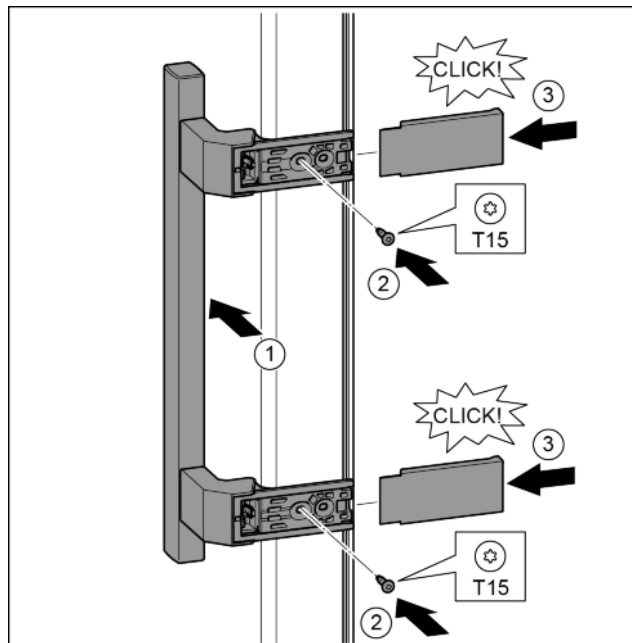

Fig. 17
- Nasad'te madlo na protilehlé straně. Fig. 17 (1)
- Šroubovákem T15 pevně utáhněte šrouby. Fig. 17 (2)
- Kryty bočně nasad'te a nasuňte. Fig. 17 (3)